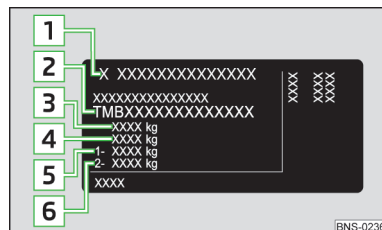

Fig. 294
- Introduceți suportul becului în lampă » **fig. 294**. Suportul trebuie să se fixeze bine.
Plăcuța de identificare a tipului » fig. 294 se află în partea de jos a stâlpului B, pe partea dreaptă a autovehiculului.